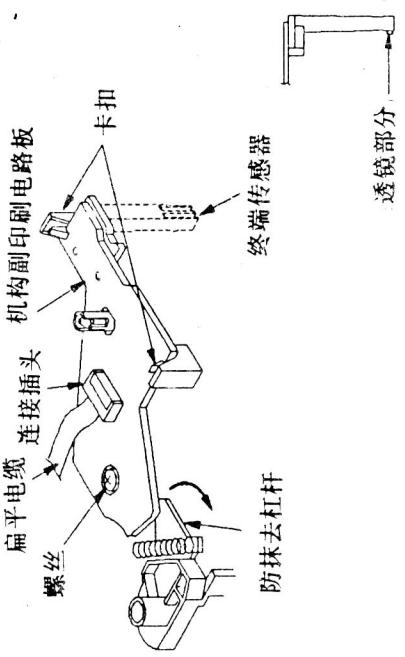

图62
④连接时,将金属终端一侧朝下插入电缆,再按上述相反的步骤进行。
步骤: ①如图62所示,从机构副印刷电路板的连接插头上拔掉扁平电缆(连接主、副电路板);
②旋下螺丝;
③松开固定副印刷电路板的卡爪,取下副印刷电路板上的终端传感器;
④安装时的操作顺序与上述步骤相反,同时按图62中箭头所示方向转动防抹去杠杆。